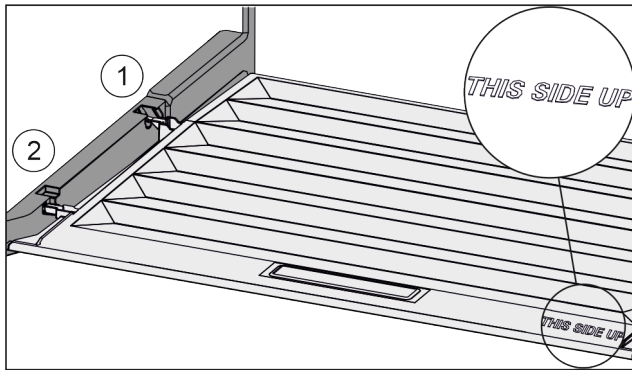

Fig. 27
- ▶ Deckelstege über Öffnung der hinteren Halterung Fig. 27 (1) einführen und vorne in Halterung Fig. 27 (2) einrasten.